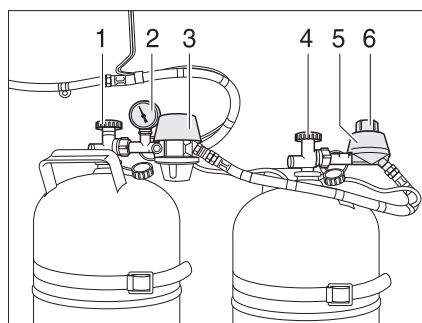
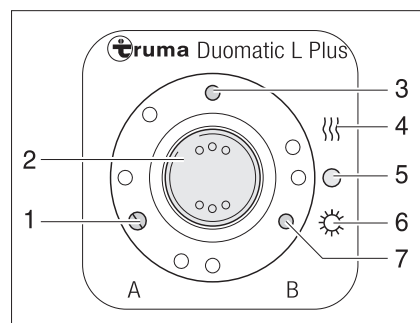

Fig. 145 Dispositif de commutation Duomatic
Fig. 146 Unité de commande
Le dispositif de commutation Duomatic consiste en un régulateur central (Fig. 145,3) et un régulateur de commutation (Fig. 145,5). Un bouton rotatif (Fig. 145,6) situé sur le régulateur de commutation permet de définir laquelle des bouteilles de gaz est celle de service et laquelle est celle de réserve.
Le manomètre (Fig. 145,2) du régulateur central affiche la pression dans la bouteille de gaz et non pas le niveau de remplissage de la bouteille. Le manomètre permet de contrôler l'étanchéité de la bouteille de gaz.
Seules les fonctions électriques peuvent être activées sur l'unité de commande (Fig. 146). Les robinets principaux des bouteilles de gaz (Fig. 145,1 et 4) doivent être ouverts manuellement.
- Ouvrir les robinets principaux des bouteilles de gaz (Fig. 145,1 et 4).
- Choisir la bouteille de gaz avec le bouton rotatif (Fig. 145,6) situé sur le régulateur de commutation (Fig. 145,5) à partir de laquelle le gaz sera utilisé principalement (bouteille de service).
Lorsque le bouton rotatif se situe dans le domaine rouge, le gaz est prélevé prioritairement à partir de la bouteille de gaz équipée du régulateur central (Fig. 145,3).
Lorsque le bouton rotatif se situe dans le domaine vert, le gaz est prélevé prioritairement à partir de la bouteille de gaz équipée du régulateur de commutation (Fig. 145,5).
- Mettre en marche le dispositif de commutation Duomatic sur l'unité de commande (Fig. 146).
Pour ce faire, régler le commutateur à bascule (Fig. 146,2) sur régime hiver "Marche et chauffage" (Fig. 146,4) ou bien sur régime été "Marche" (Fig. 146,6). Les deux régulateurs de pression du gaz sont maintenant désaérés. Le voyant de contrôle (Fig. 146,3) s'allume.
- Mettre le commutateur à bascule (Fig. 146,2) sur "O" (Fig. 146,5). Le voyant de contrôle (Fig. 146,3) s'éteint.
- Fermer les robinets principaux des bouteilles de gaz (Fig. 145,1 et 4).
Les voyants de contrôle de l'unité de commande (Fig. 146) signalisent à l'intérieur du véhicule si les bouteilles de gaz sont en état de marche.
- Voyant de contrôle "A" (Fig. 146,1) : Bouteille de gaz raccordée au régulateur central
- Voyant de contrôle "B" (Fig. 146,7) : Bouteille de gaz raccordée au régulateur de commutation